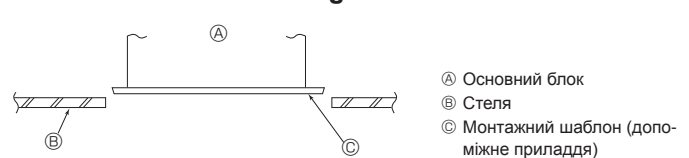

Fig. 4-7
4.6. Підтвердження положення основного блока та затягування підвісних болтів (Fig. 4-7)